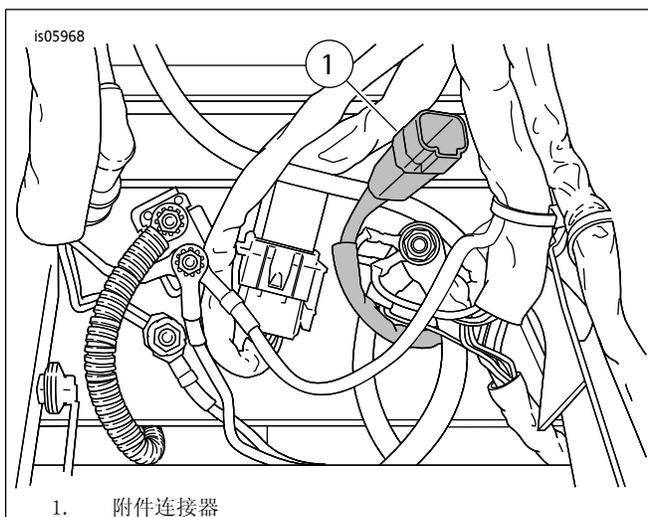

图3。附件连接器位置(座椅下方)
2. 参见图3。从座椅下方的附件电路连接器(1)拆下橡胶塞。将座椅电气连接器插入附件连接器。两个连接器应锁定至一起并发出一声咔嚓声。